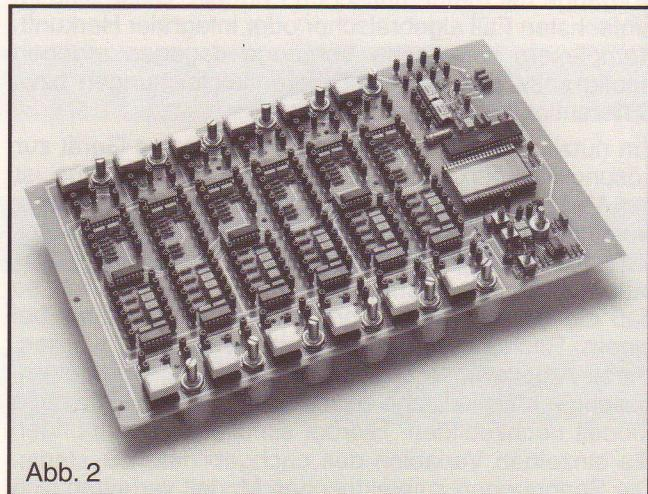

Abb. 2
- Alle Rechner-Bauelemente befinden sich auf einer einseitig bestückten Großplatine (siehe Abb. 2) – keine langen Leitungen bzw. Kabelbäume = störsicher.